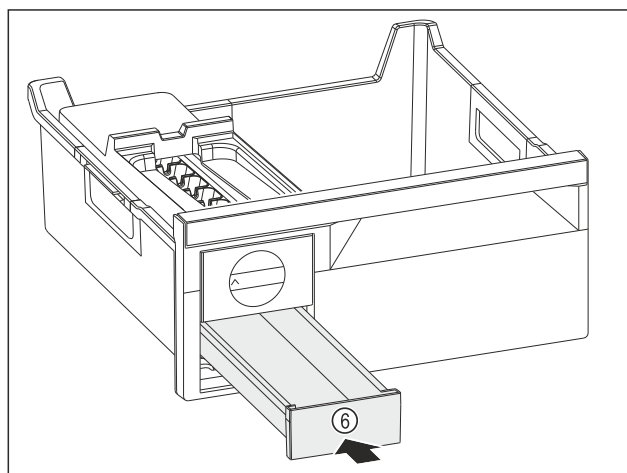

Fig. 122
- ▶ Skub isterningskuffen Fig. 122 (6) ind.